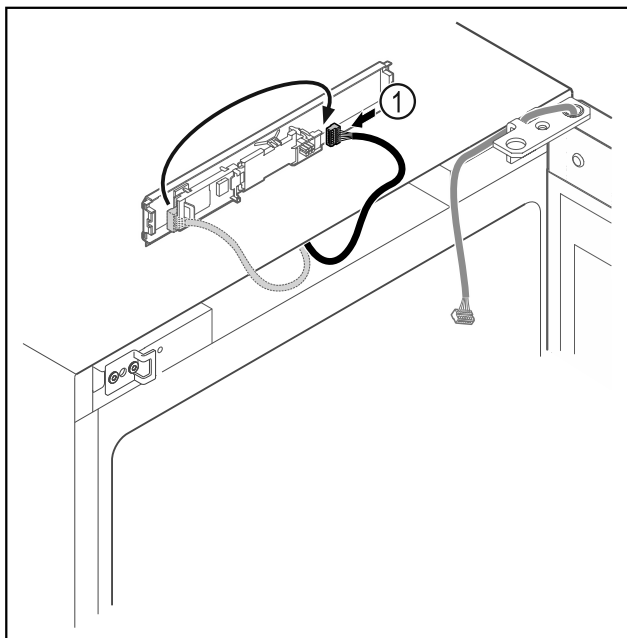

Fig. 9
- Lidhni spinën Fig. 9 (1) në qark në anën tjetër.